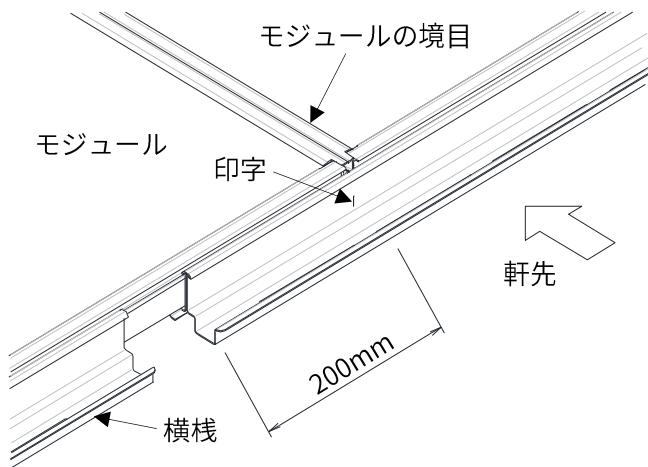

図3-9. YSIII工法 横桟との位置
③図3-9の通り、横桟の目印線（印字）とモジュールの境目が同じ位置となっていることを確認してください。